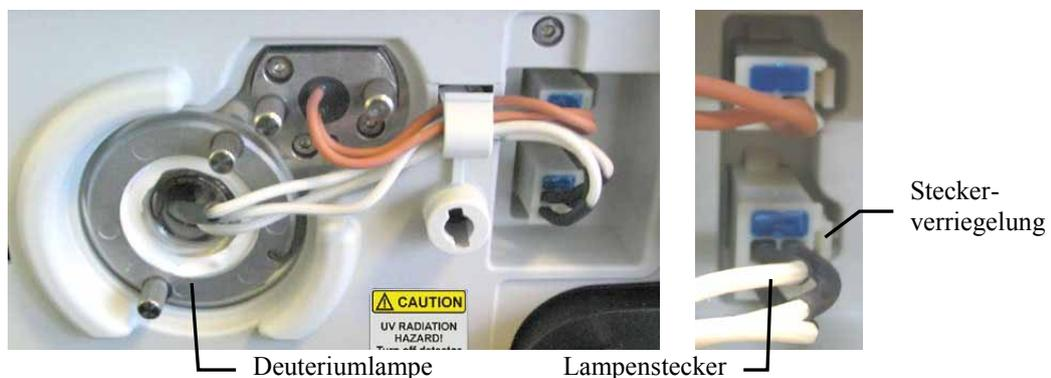

Abb. 28: Lampenstecker Deuteriumlampe
7. Stecken Sie den Lampenstecker ein (→ Abb. 28).